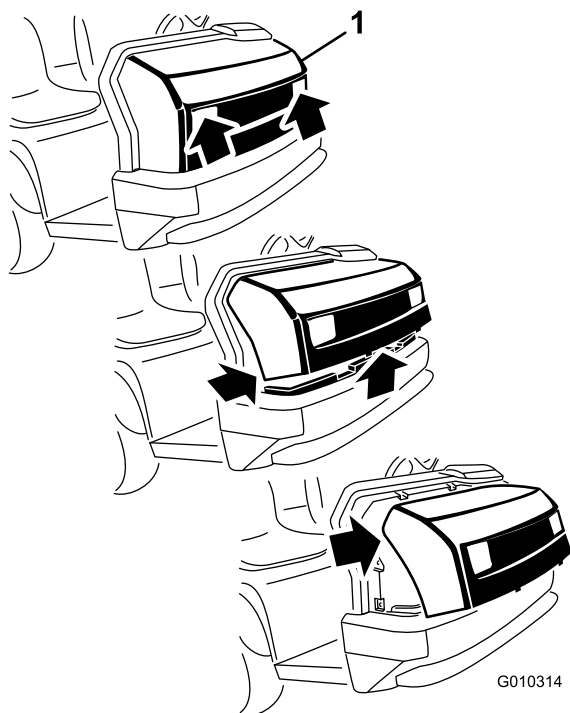

Figura 38
1. Afferrate il cofano dalle aperture dei fari, sollevatelo per sganciare le linguette di montaggio inferiori dalle fessure del telaio (Figura 38).
2. Ruotate verso l'alto la parte inferiore del cofano in modo da estrarre le linguette di montaggio superiori dalle fessure del telaio (Figura 38).
3. Ruotate in avanti la parte superiore del cofano e staccate i connettori a filo dai fari (Figura 38).